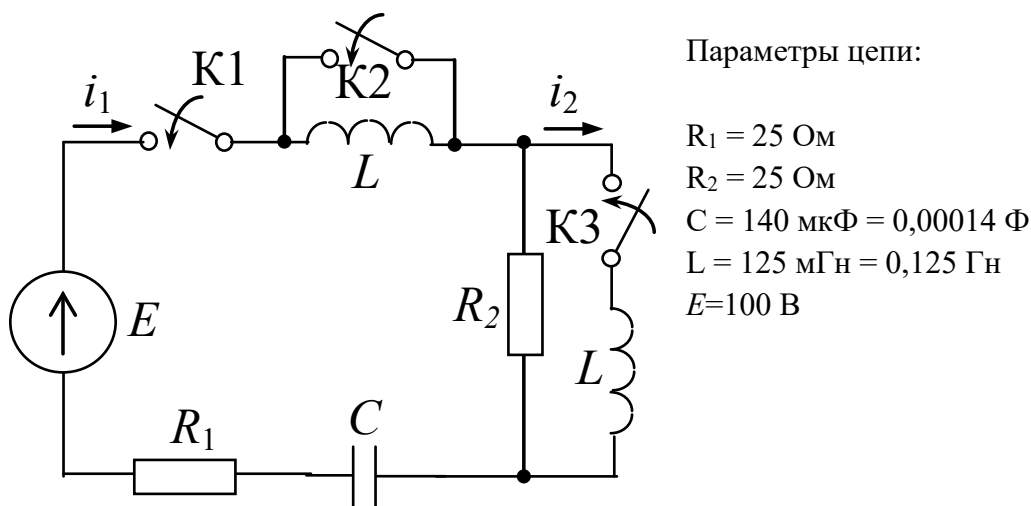

Рисунок 1 Схема варианта № 10
**Задание №1.** Для исходной схемы (Рисунок 1) цепи рассчитать классическим методом токи  $i_1(t)$  и  $i_2(t)$  после поочередного включения рубильников. Построить график зависимости  $i_1(t)$ , учитывающий все коммутации. Используя программу EWB, смоделировать заданные цепи и переходные процессы в них.